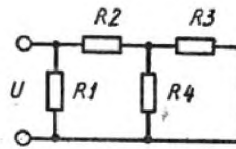

Рис. 3
4. Для электрической схемы рис. 3 заданы значения сопротивлений резисторов $R_1 = R_2 = 25$ Ом, $R_3 = 15$ Ом, $R_4 = 75$ Ом и входное напряжение $U = 105$ В. Определить токи в ветвях и потребляемую мощность.